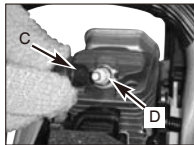

Bild. 18B
- Ziehen Sie den Leitungsstecker (C) von der Zündkerze ab (D), indem Sie gleichzeitig an ihm ziehen und ihn drehen (Bild.18B).